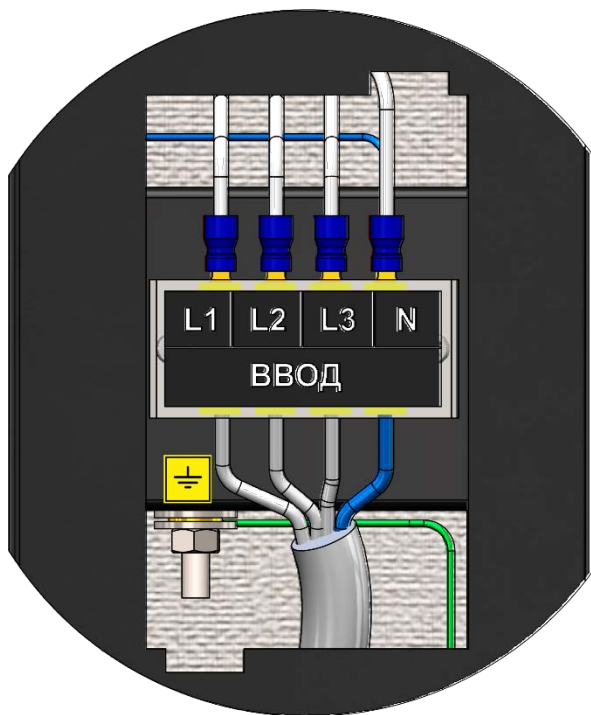

Рис. 5 Схема подключения электроводонагревателя к трехфазной сети 380 В
- Подключить электроводонагреватель к сети переменного тока - присоединить рабочий нулевой провод на клемму (N) электроводонагревателя, фазные провода на клеммы L1,L2,L3. Обеспечить заземление котла (PE), подключив провод на болт "ЗАЗЕМЛЕНИЕ". Схема подключения указана на Рис. 5.